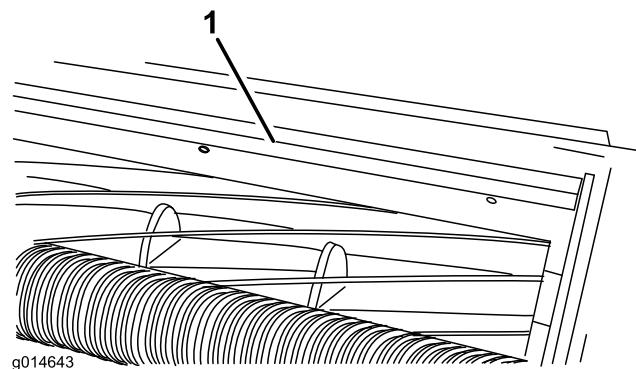

Figura 17
1. Allentate le viti che fissano la barra superiore (Figura 17) all'apparato di taglio.